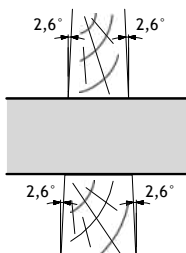

Fig. A16.01
- С оглед да не се намали ефективността на направл. скоба BFD (20), елементите могат да се отклоняват от центъра на макс. 2.6° . (Fig. A16.01)
- Ширина на изравняващите вложки отвътре (50) = min. 4 cm.